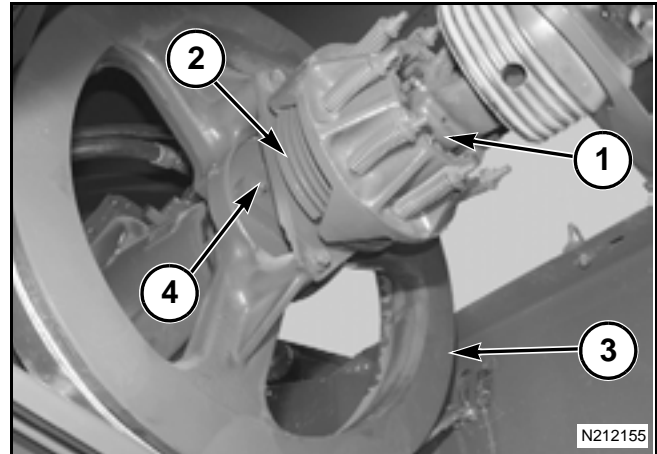

FIG. 23
FIG. 23: El enfardador es impulsado por el sistema de toma de fuerza del tractor. El tractor debe estar equipado con una PTO ASABE tipo 2 o tipo 3 de 1,000 rpm. La potencia del tractor se transmite a través de la línea de mando al embrague de sobremarcha (1), al embrague deslizante (2), al volante (3) y al perno de seguridad (4). El perno de seguridad impulsa una caja de engranajes cerrada de reducción doble la cual impulsa directamente el émbolo.